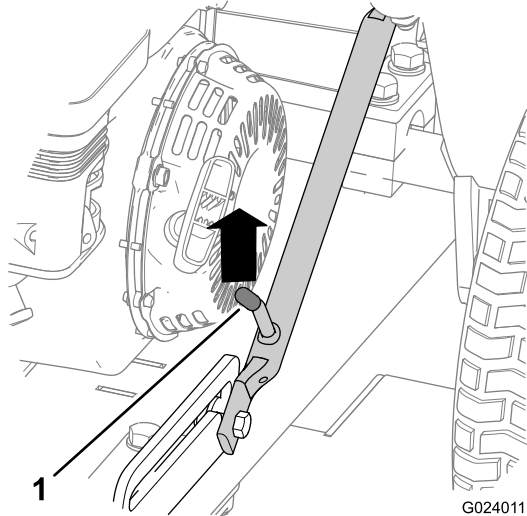

Рисунок 7
- Поднимайте сцепку, пока фиксирующий рычаг не выйдет из зацепления с прорезью защелки (Рисунок 7).